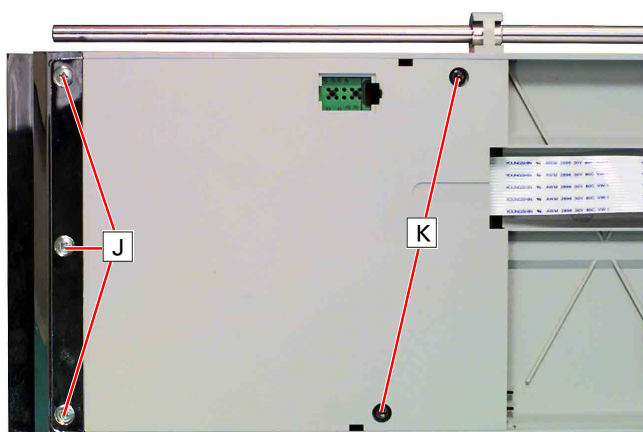

Fig. 8
7. CD-Laufwerk-Einheit ausbauen (Fig. 8)
7. Removing the CD Drive Unit (Fig. 8)